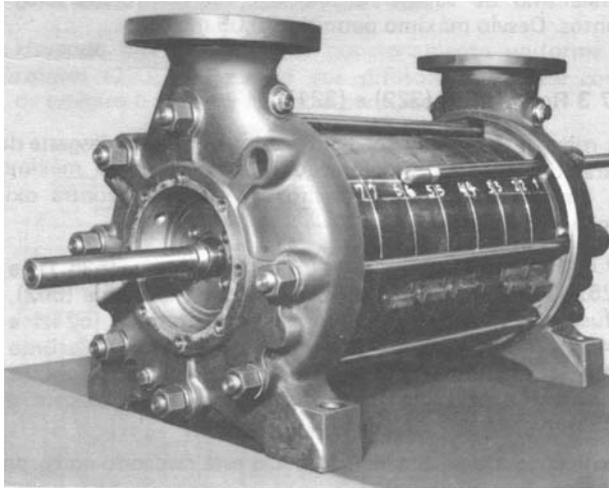

Figura 44 – Marcação das peças e desmontagem dos tirantes
- Soltar as porcas (920.4 e desmontar os tirantes (905). Vide Figura 44.